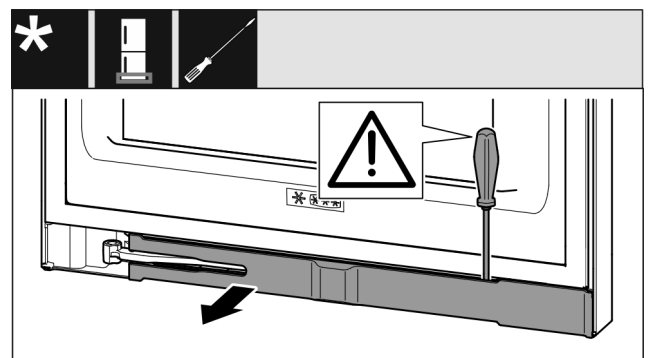

Fig. 17
- ▶ Blende mit Schlitzschraubendreher austrasten und zur Seite schwenken. (siehe Fig. 17)